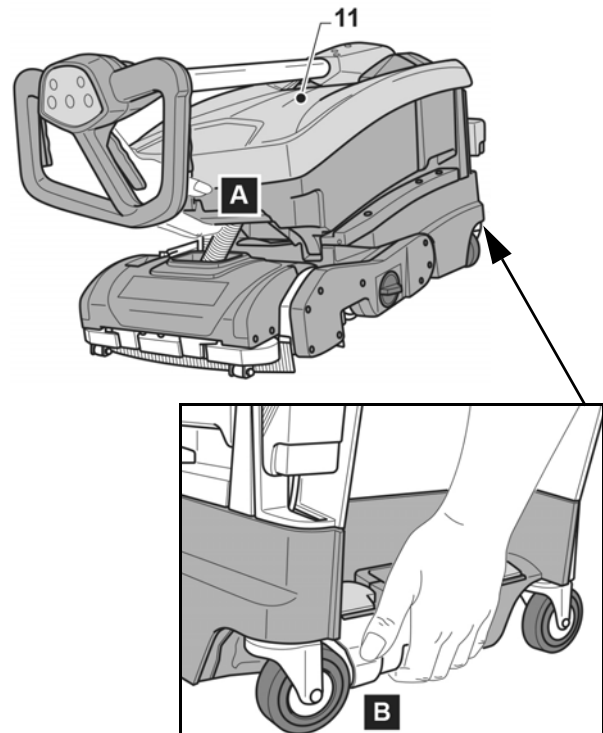

Abb. 6: Anheben der Maschine
8.1 Anheben der Maschine (Abb. 6)